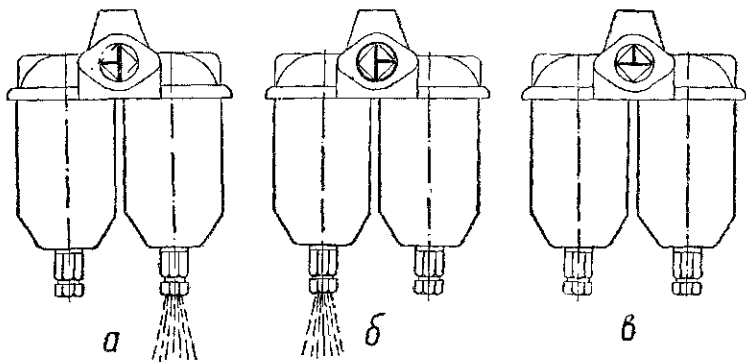

Рис. 20. Положения краника при промывке фильтра тонкой очистки 2ТФ-2:
- 2) подготовить к промывке правую секцию фильтра, для чего повернуть кран переключателя на 90° против часовой стрелки, как показано на рис. 20 а;
4) повернуть кран переключателя на 180° по часовой стрелке, как показано на рис. 20 б и в том же порядке промыть левую секцию;
5) закончив промывку, нужно повернуть кран переключателя на 90° против часовой стрелки, то есть поставить кран в рабочее положение, как показано на рис. 20 в. Длительная работа при кране, установленном в положении промывки фильтра, категорически запрещается.